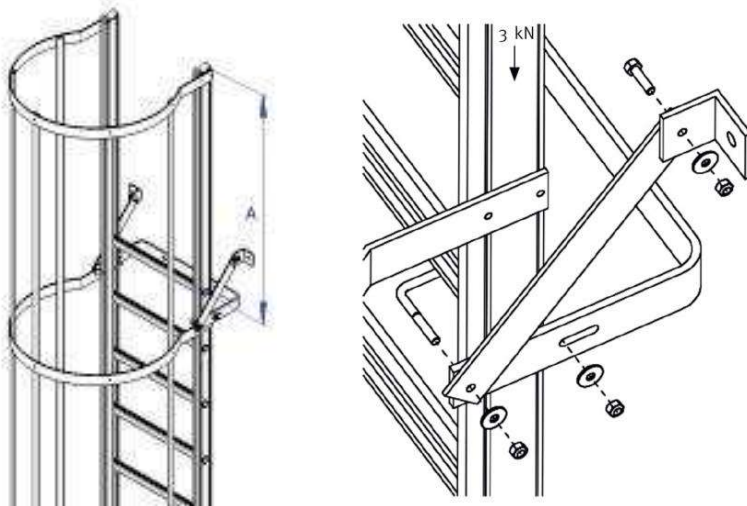
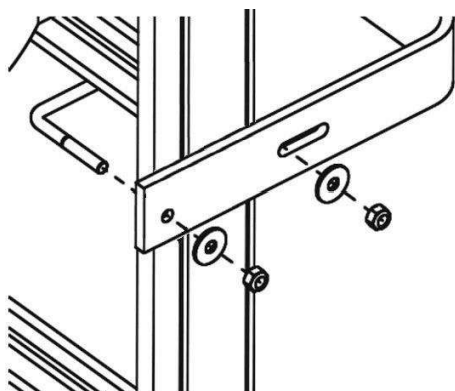

Abbildung 1
Abbildung 2
- Wählen Sie das richtige Befestigungsmaterial. Bei der Berechnung der Festigkeit der Verankerung ist eine Kraft von 3 kN in jedem Stil zu berücksichtigen, die in Richtung der Mittellinie wirkt (siehe Abbildung 1). Die Verankerung und ihre Verbindungen sollten in der Lage sein, eine Last von 3000N pro Pfosten zu tragen. Es können maximal 4 Verankerungen in Betracht gezogen werden, die zu dieser Belastung beitragen
Jede "schwimmende" Leiter, die nicht auf einem Fundament ruht, muss mit mindestens einem Aufhängungsträgersatz wie in Abbildung 1 dargestellt montiert werden. Ein Aufhängestützensatz besteht aus einem Wandstützensatz gemäß Abbildung 2, mit 2 abgewinkelten Streben und 2 abgewinkelten Leinen zur Befestigung an der dahinter liegenden Wand. Montieren Sie das Aufhängungsträgerset an der Unterseite des Ausstiegsbereichs (A).